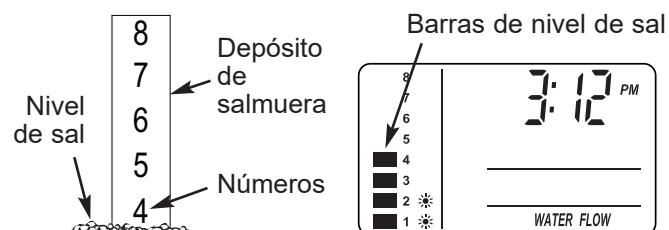

FIG. 24
2. La escala de nivel de sal, en el depósito de salmuera dentro del tanque, tiene los números 0 a 8 (vea la Fig. 24). Fíjese en el número más alto en el que esté nivelada la sal, o al que esté más próxima.
3. Presione el botón SET SALT LEVEL (Fijar el nivel de sal) tantas veces como sea necesario para que las barras de nivel de sal (vea la Fig. 24) coincidan con el número de la depósito de salmuera. En el nivel 2 o inferior, destellará la luz "Low Salt" (Bajo nivel de sal).